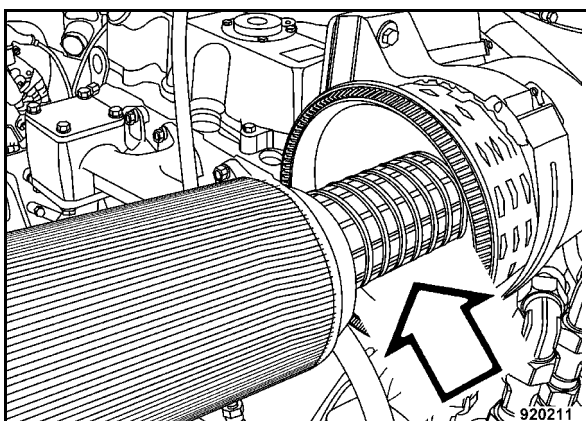

Fig. 145
- Extraer el elemento de seguridad (Fig. 145) con ligeros movimientos giratorios.